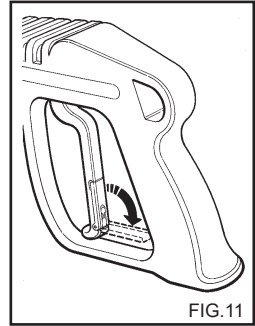

FIG. 11
- Når rengjøringsmaskinen ikke er i bruk må sikkerhetsanordningen på håndtaket lukkes (fig 11).